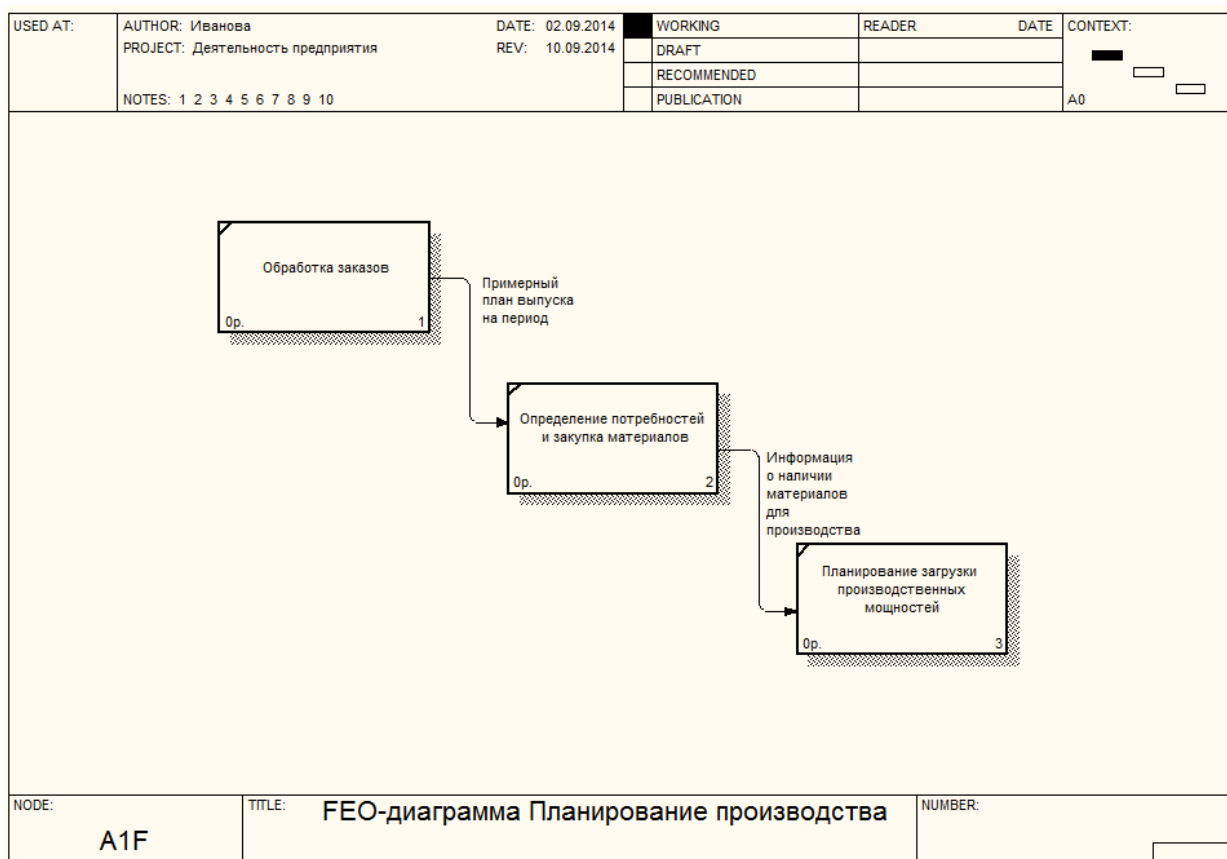

Рис. 31. FEO-диаграмма *Планирование производства*
2. Удалите стрелки в соответствии с рис. 31. Для удаления стрелки выделите ее левой кнопкой мыши и нажмите кнопку *Delete* (Удалить) на клавиатуре. В появившемся окне подтверждения удаления выберите *Да*.